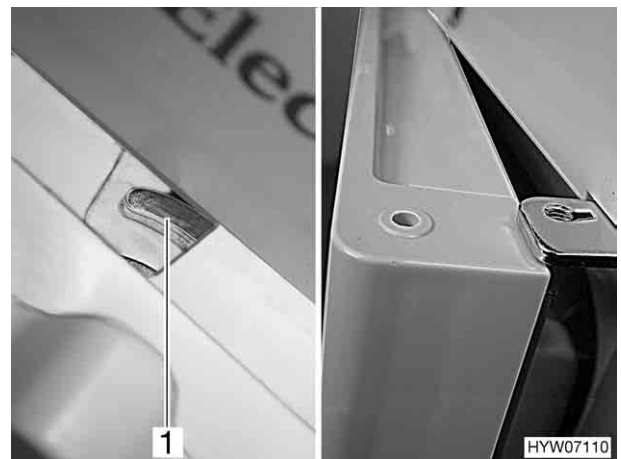

Fig. 138 Porte du réfrigérateur en position de ventilation (RM 7401)
- Pousser le dispositif de verrouillage complètement vers la droite. La porte du réfrigérateur est fixée à l'aide de l'arrêt de porte (Fig. 138,1). La porte du réfrigérateur reste ainsi légèrement ouverte (Fig. 138).